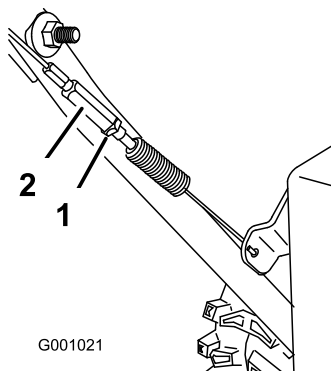

Рисунок 48
3. Затяните контргайку (Рисунок 48).